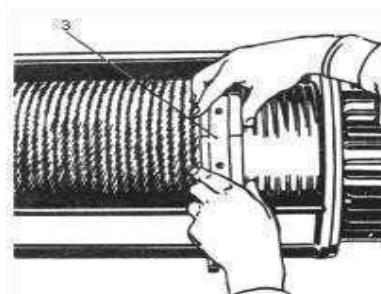

Рис. 16
- направляющая гайка 3 вталкивается между барабаном и кожухом таким образом, чтобы вместе со своими витками попасть в ближайший первый канал барабана у самого каната рисунок 16;